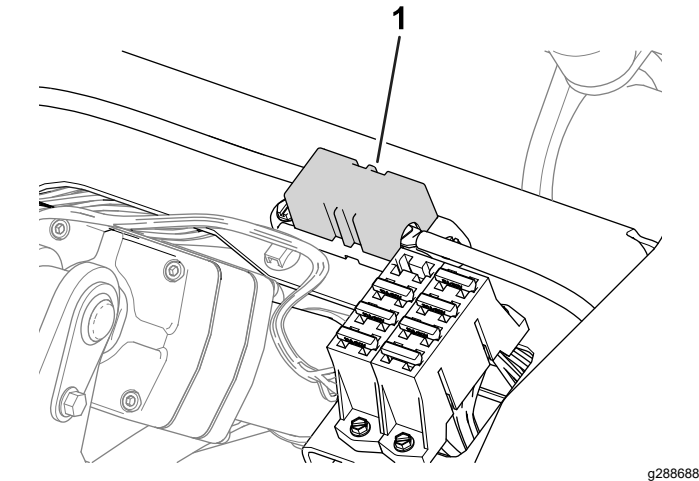

Figura 43
- Los fusibles del motor de rueda derecho (60 A) están situados debajo del asiento (Figura 43).